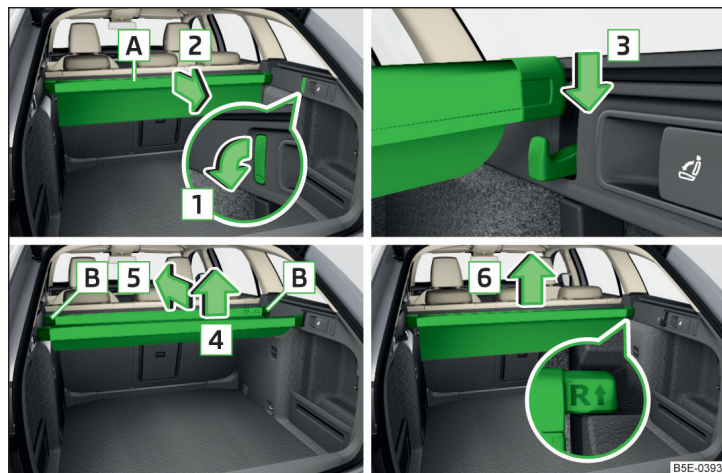

Fig. 125 Bolsa multifunción: retirar/colocar/introducir/extraer
- Pliegue hacia abajo los ganchos delanteros en ambos laterales del maletero en sentido de la flecha [1] » fig. 125.
- Desmonte la regleta posterior de los ganchos en el sentido de la flecha [4] » fig. 125.
- Sacar la bolsa de los alojamientos en el sentido de la flecha [6] » fig. 125.